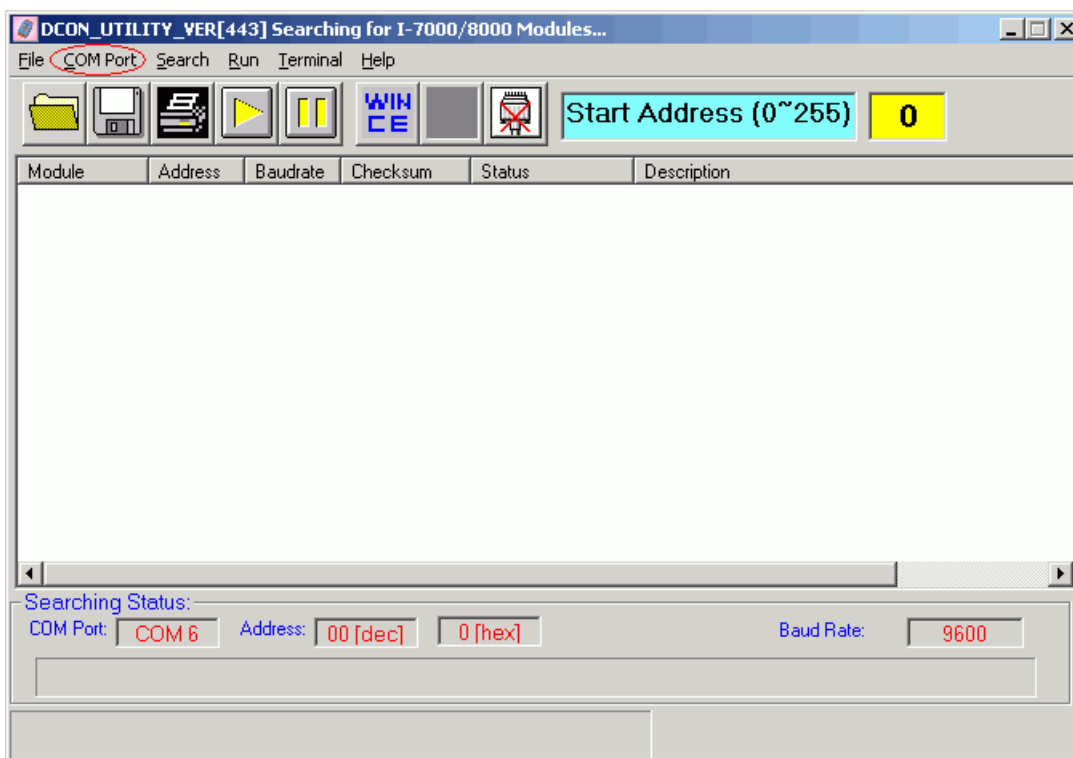
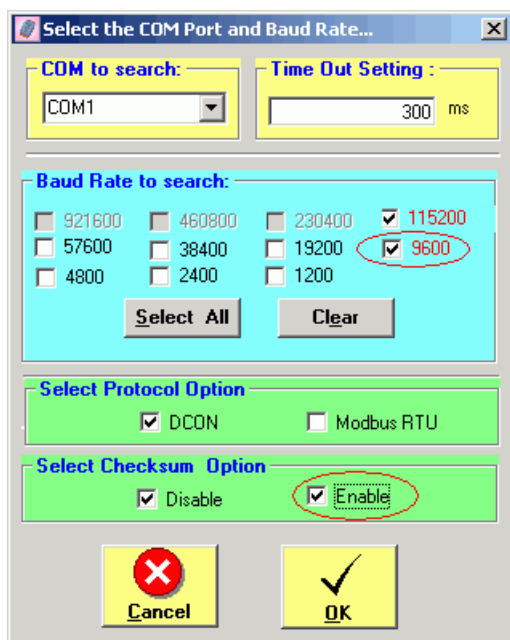

Рисунок 3.5 Окно программы DCON Utility
Рисунок 3.6. Выбор параметров для поиска модуля I-7018 программой DCON Utility.
- Запустить программу “DCON Utility” (см. рис. 3.5).
- Выбрать в ней номер COM порта, через который подключен МСТД, и параметры (пункта меню "COM Port" см. рис. 3.5): контрольная сумма – используется, скорость передачи - 9600 (См. рис. 3.6).